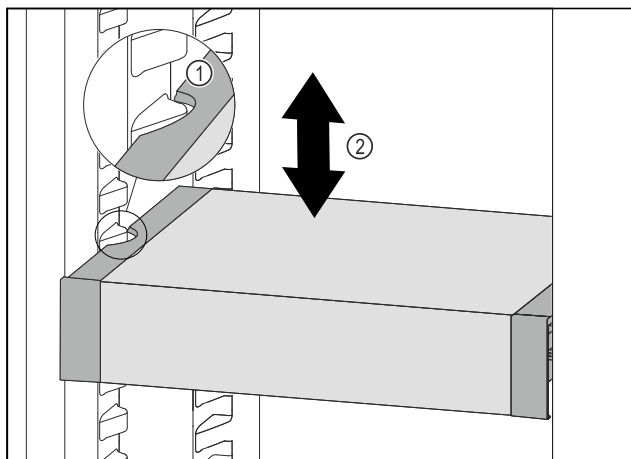

Fig. 106
- Predal VarioSafe povlecite v smeri naprej, dokler nista stranska izreza predala VarioSafe na višini nastavka za posodo v hladilniku. Fig. 106 (1)
- Predal VarioSafe premikajte v hladilniku gor ali dol, dokler ne dosežete želene višine. Fig. 106 (2)